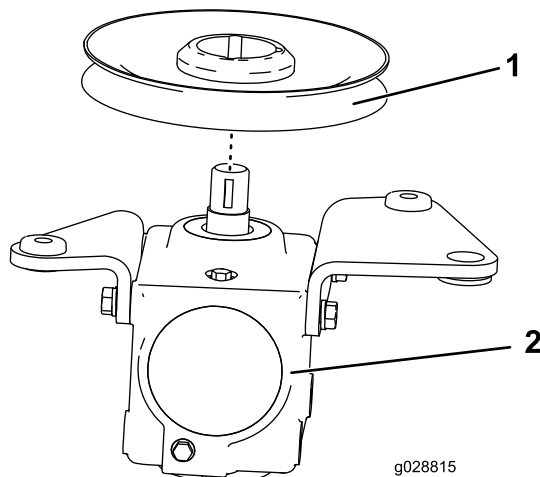

Figura 2
3. Invierta la caja de engranajes, retire la polea existente e instale la polea del kit (Figura 2).